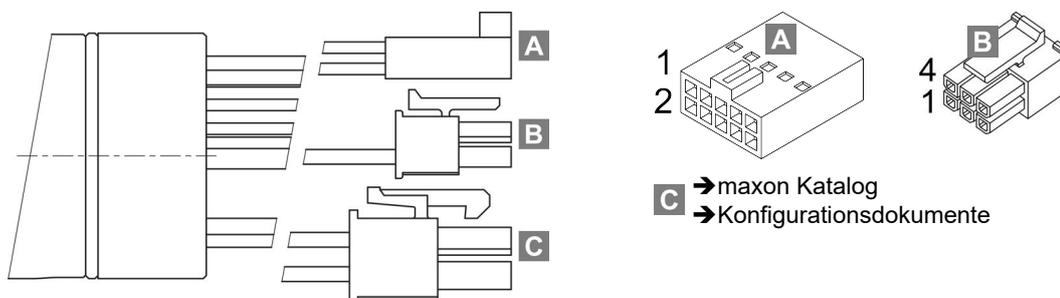

Abbildung 14 ENX 13 | 16 | 19 | 22 EASY INT COMM – Anschlussstecker
- Encoder mit Stecker / Hall-Sensoren mit Stecker / Motor mit Stecker (→Abbildung 14)